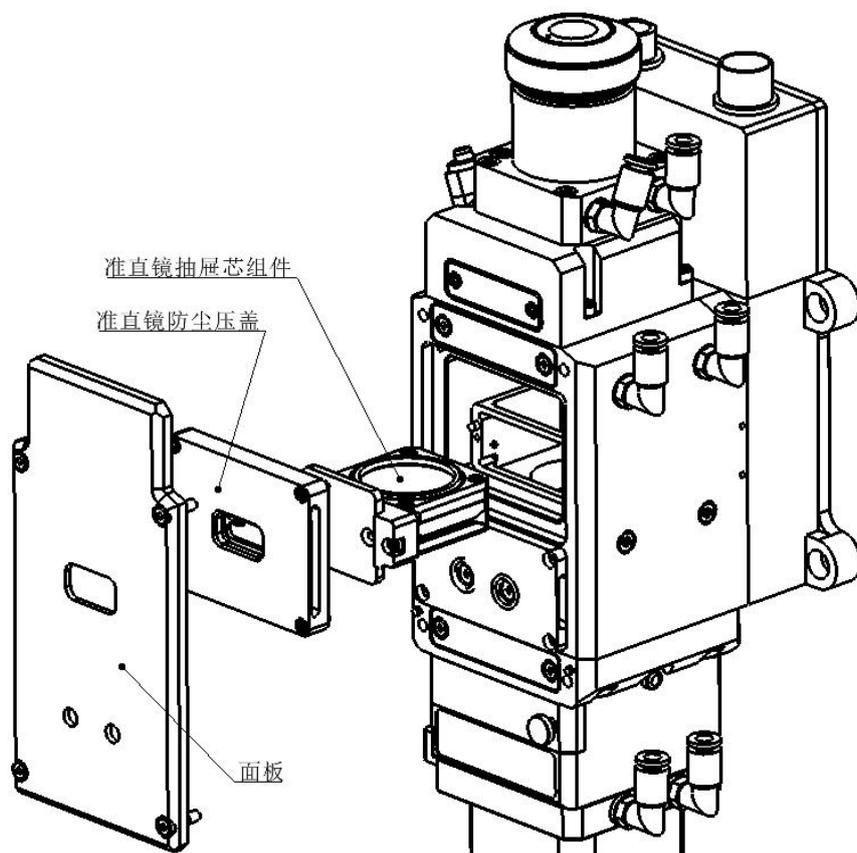

图 5.5 — 拆准直抽屉芯组件
- 拆下面板，拆下准直镜防尘压盖 (如图 5.5 所示) ，拧松准直镜抽屉芯上2个螺钉，抽出准直镜抽屉芯